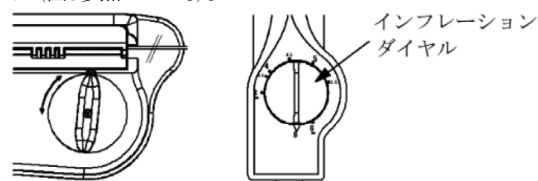

図8
- 1) オクルージョンバルーンカテーテルをEZアダプタにセットする。EZアダプタのシール部内側に希釈造影剤が流れてくるまで、エクステンションチューブをフラッシュする。EZアダプタのダイヤルノブの矢印が2つの位置マーカの間に来るまでノブを時計方向に回す。EZフレータのインフレーションダイヤルが「0」の位置に戻っていることを確認する（図8参照のこと）。